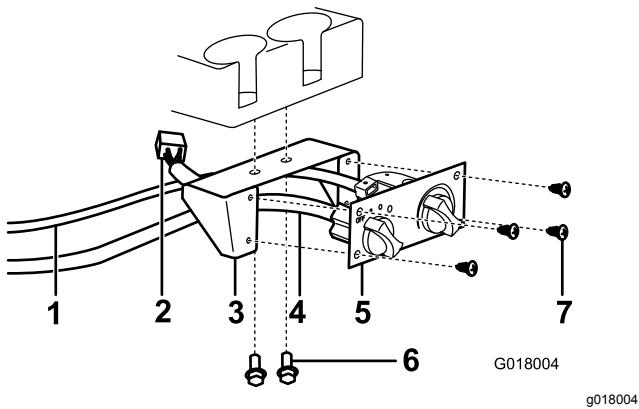

Рисунок 23
5. Присоедините крепление органа управления обогревателем к приборной панели под подстаканниками с помощью 2 болтов с фланцем и гаек (Рисунок 23).
жгута проводов к органу управления обогревателем, а белый разъем жгута проводов — к обогревателю (Рисунок 23).
7. Присоедините орган управления обогревателем к креплению органа управления с помощью 4 винтов для листового металла (Рисунок 23).